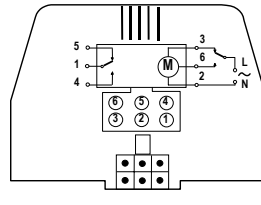
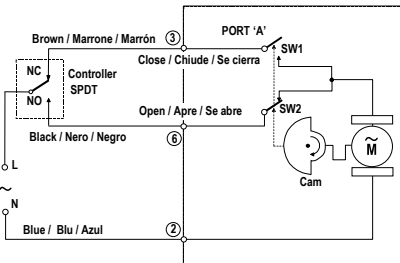

Abb. 8: VC-Stellglied mit Molex™ Anschluss für SPDT-Regler
Abb. 9: VC-Stellglied für SPDT-Regler
**Fig. 7: VC Actuator with 1 meter leadwire cable for SPDT Controller****Fig. 8: VC Actuator with Molex™ connector for SPDT Controller****Fig. 9: VC Actuator for SPDT Controller****Fig. 10: VC Actuator for SPST Controller**
Abb. 9 und 10 zeigen mögliche Schaltungen mit SPDT- und SPST-Reglern. Port "A" zeigt an, ob das Ventil geöffnet oder geschlossen ist. Bei Modellen mit Hilfsschalter erfolgt durch Anschluss 4 (grauer Draht) ein Kontakt am Ende des Öffnungsvorgangs an Port A. Bei Modellen mit Molex™ Anschluss muss die Spannung an Ventil und Hilfsschalter identisch sein, um die Zulassung zu erhalten.